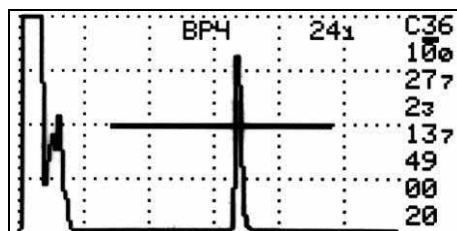

Рисунок 95 - Просмотр результатов контроля.
6.5.4 Нажать клавишу «Enter». Текущая эхограмма будет отображаться на весь экран (см. рисунок 95).